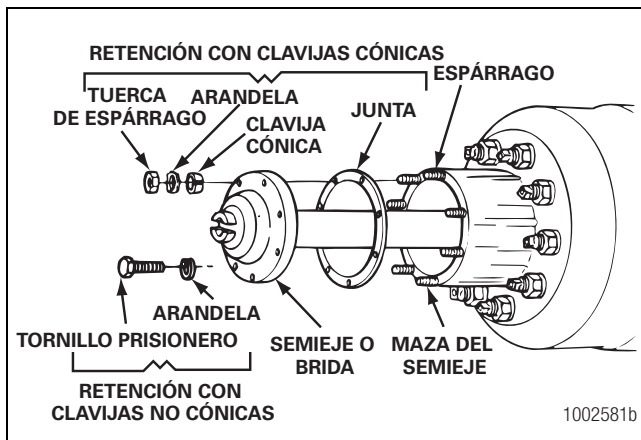

Figura 11.4
8. Quite las tuercas de los espárragos o tornillos prisioneros y las arandelas de la brida del semieje. Figura 11.4.
9. Afloje las clavijas cónicas, si así está equipado, de la brida del semieje. Consulte en la Sección 3 las herramientas y los procedimientos de desmontaje recomendados. Figura 11.4.
10. Retire las clavijas cónicas, los semiejes y las juntas, en caso de que se utilicen. Figura 11.4.
6. Instale la junta, si se estuviera usando, y el semieje en la caja del eje y en el portadiferencial, en el mismo lugar de donde fue quitada. La junta y la brida del semieje deben estar planas contra la maza de la rueda. Gire el semieje o el sistema de transmisión según sea necesario para alinear las ranuras y los orificios de la brida con los espárragos de la maza. Figura 11.4.